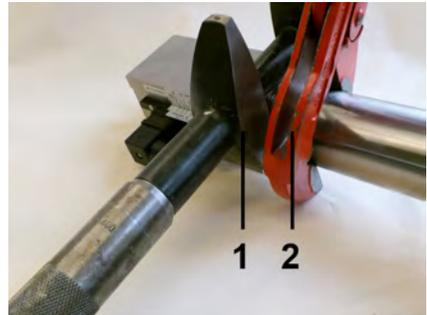

Abb. 12: Gerät einschrauben
3. ➤ Rohrleitung (Abb. 12/2) unter Gegenhalten des Gerätekörpers (Abb. 12/1) weiter eindrehen, bis die Verbindung dicht ist